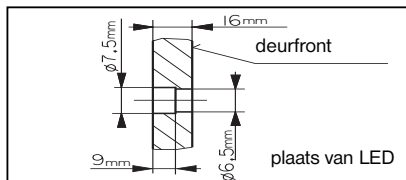

Afbeelding 9.
1. Monteer de kabel met een kabelbrug (A) aan de zijwand aan de kant van het scharnier door gaten te boren volgens afb. 9.